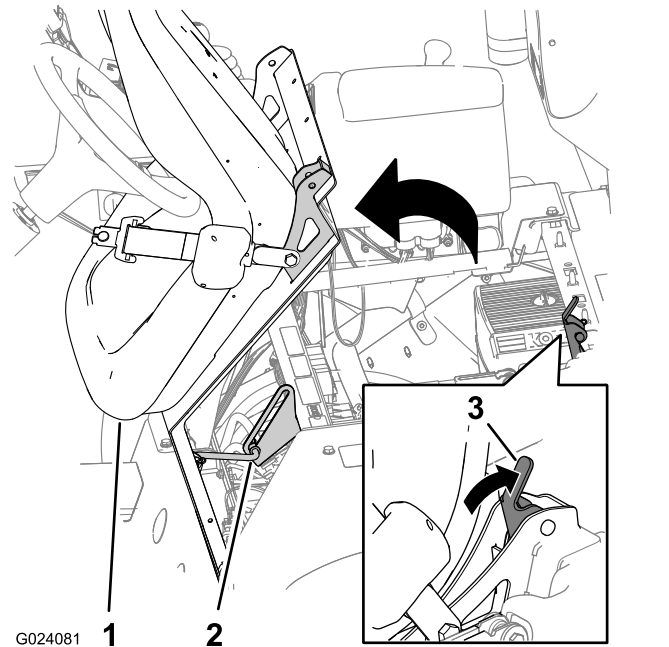

Figura 1
2. Desengate o banco empurrando a alavanca de engate do banco para trás (Figura 1).
3. Rode o banco e a placa do banco para a frente até que a extremidade da barra de apoio, no suporte da barra de apoio, fique na parte inferior da ranhura do suporte (Figura 1).